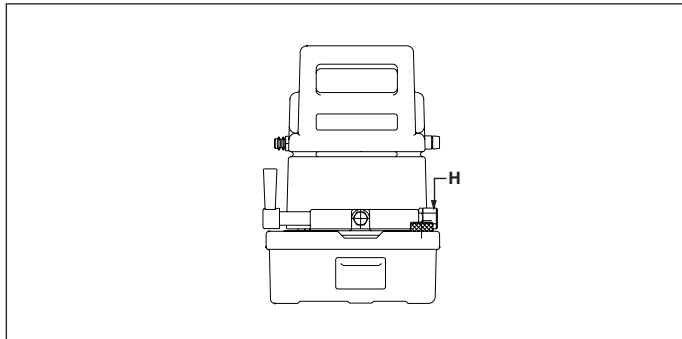

Figura 9
6.0 AJUSTE DE LA VALVULA DE ALIVIO (Figura 9)
Cómo ajustar la válvula de alivio (Figura 9)